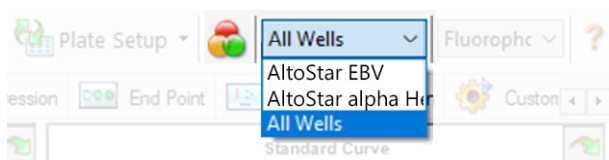

Figura 4: Pulsante Well Group (Gruppo pozzetto) e menu a discesa Well Group (Gruppo pozzetto)
Nella finestra Data Analysis (Analisi dei dati) assicurarsi di selezionare il **Well Group** (Gruppo pozzetto) del kit AltoStar® EBV PCR Kit 1.5. Quindi, fare clic sul menu a discesa **Well Group** (Gruppo pozzetto) vicino al pulsante **Well Group** (Gruppo pozzetto) (vedere figura 4) della barra degli strumenti. Non usare il **Well Group** (Gruppo pozzetto) "All Wells" ("Tutti i pozzetti"). La selezione nella figura 4 è riportata unicamente a titolo di esempio generico.
1. Nella finestra Data Analysis (Analisi dei dati) assicurarsi di selezionare il **Well Group** (Gruppo pozzetto) del kit AltoStar® EBV PCR Kit 1.5. Quindi, fare clic sul menu a discesa **Well Group** (Gruppo pozzetto) vicino al pulsante **Well Group** (Gruppo pozzetto) (vedere figura 4) della barra degli strumenti.